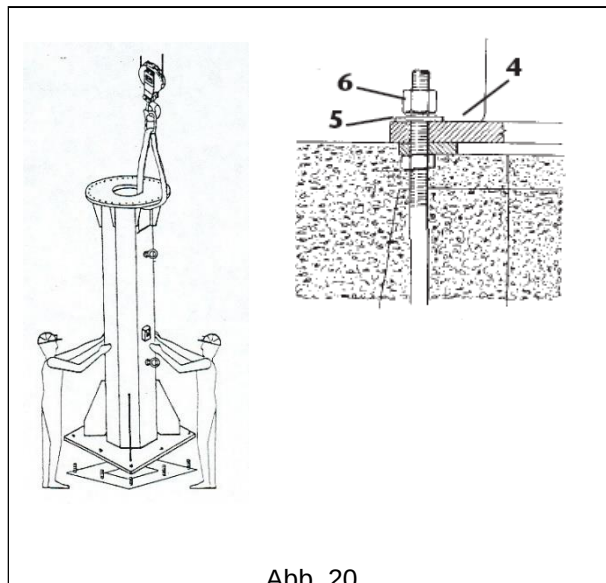

Abb. 20
3. Die Säule mit geeigneten Hebemitteln, d. h. einem Brücken- oder Mobilkran sowie entsprechenden Anschlagmitteln mit ausreichender Traglast, aufrichten. (Abb. 20)
4. Die Säule auf dem Fundamentrahmen montieren, indem die Bohrungen der Grundplatte 4 auf den Gewindeabschnitt der aus dem Sockel ragenden Ankerschrauben gesetzt werden. Anschließend die Unterlegscheiben 5 einsetzen und die Flachmuttern 6 festziehen. (Abb. 20)